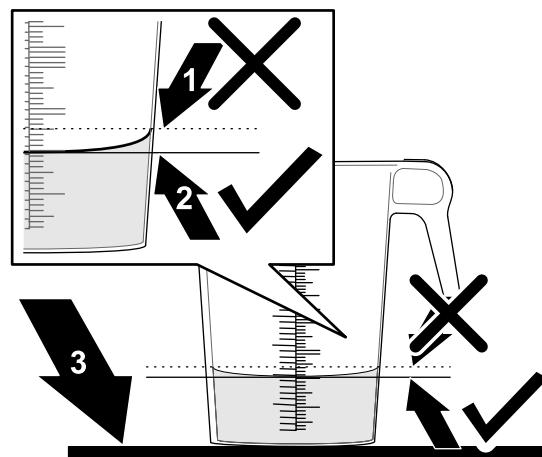

図 83
10. 目盛付き容器を水平な場所において回収された水量を調べる図 83